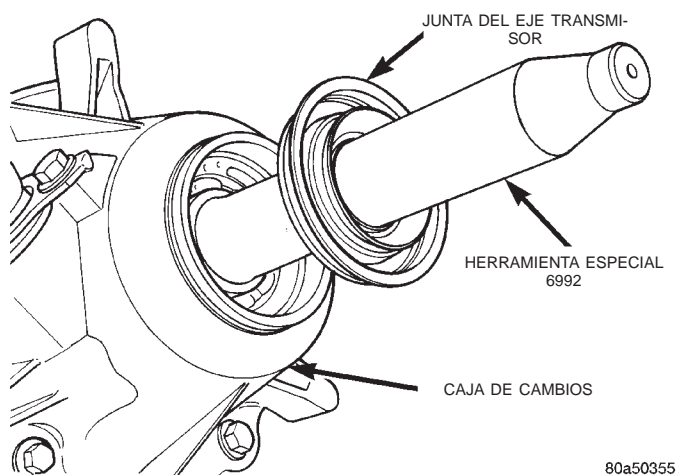

Fig. 89 Junta del eje transmisor y protector
(4) Aplique un reborde de sellante Mopar® N/P 82300234 o Loctite™ Ultra Gray a la superficie de contacto del retenedor trasero. El reborde de sellante debe tener un máximo de 4,76 mm (3/16 pulg.).
(5) Instale el retenedor trasero en la caja trasera. Apriete los pernos del retenedor con una torsión de 20–27 N·m (15–20 lbs. pie).
(6) Instale el anillo de retención y separador del diámetro interior del cojinete trasero en el eje transmisor.
(7) Aplique una cantidad abundante de vaselina a la junta trasera nueva y al eje transmisor. La vaselina es necesaria para proteger los bordes de la junta durante la instalación.
(8) Deslice la junta en el protector de junta 6992 (Fig. 89). Deslice el protector de junta y la junta en el eje transmisor.